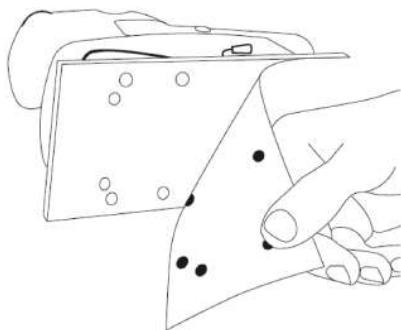

Рис. 3
2. Приложите абразивный лист к подошве, совместив отверстия на абразивном листе с отверстиями на подошве (Рис. 3). Плотно прижмите лист к подошве.